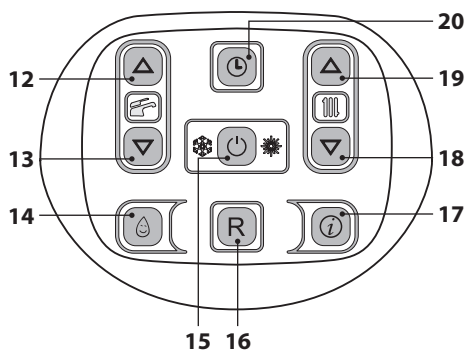

Figura 2.5
Entre en la "modalidad de programación" manteniendo pulsado durante 5 segundos el botón 20 (Figura 2.5) hasta que aparezca en el display el símbolo ⌚.
Utilizando los botones 18 (reducción) y 19 (aumento) Figura 2.5 se pueden ajustar los valores de hora, día y fecha; mediante los botones 12 y 13 se puede pasar de un parámetro a otro.
- Mantenga pulsado durante 2 segundos el botón 15 hasta que aparezcan en el display los símbolos  y , Figura 2.5.